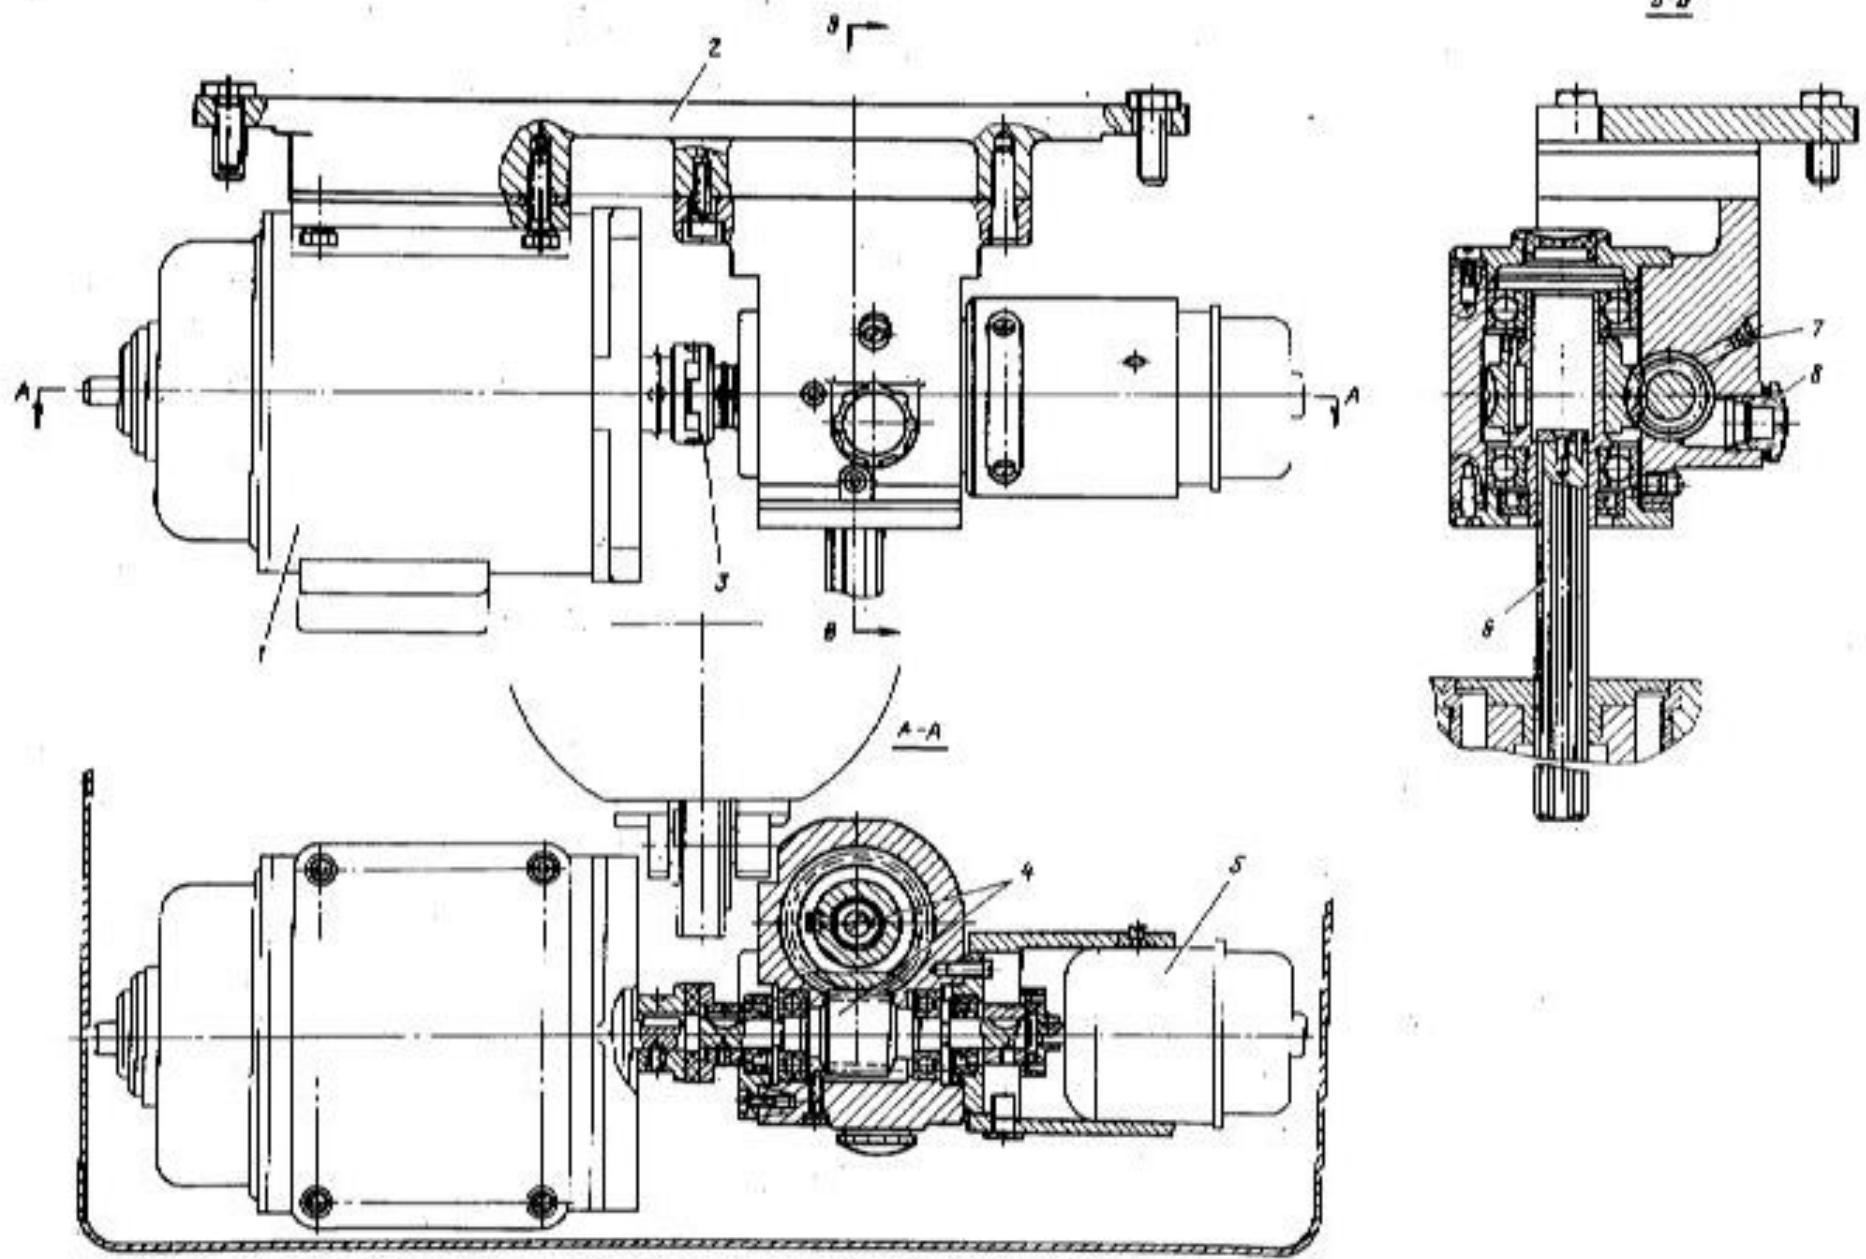

Рис.21. Привод подачи гильзы расточного инжектора
В шпиндельной коробке расположены механизмы привода подачи гильз (рис.21).
Привод подачи гильзы осуществляется от электродвигателя I (рис.21) постоянного тока с параллельным регулированием. Электродвигатель, одноступенчатый червячный редуктор 4, тахогенератор 5, смонтированы на общей плате 2 и соединены полумуфтами 3. Вращение от электродвигателя через червячную передачу попадает на шлицевой вал 6, а с него на шлицевую втулку 35 (рис.20) в пинцетальной коробке.
7. Для заливки смазки в редуктор привода перемещения гильзы необходимо снять верхней крышку блока направляющих, вывернуть пробку 7 (см.рис.21) и через отверстие залить масло. Контроль - по маслозуказателю 8.